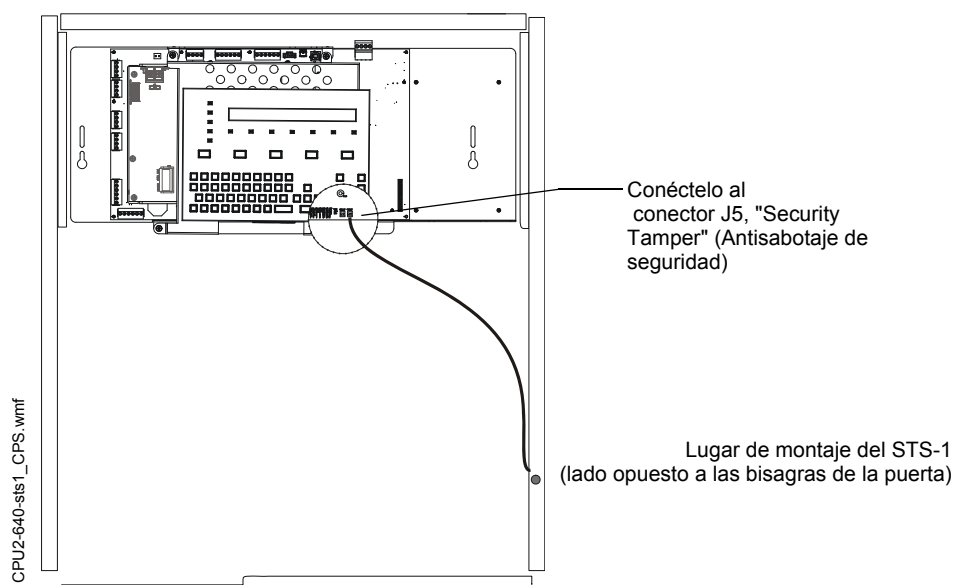

Figura 4.5 Instalación del interruptor antisabotaje de seguridad STS-1
Para conectar un kit de interruptor antisabotaje de seguridad modelo STS-1 al gabinete, consulte la Figura 4.5:
3. Conecte el conector STS-1 al J5 (antisabotaje de seguridad) en el panel de control. (Como se ilustra en la Figura 4.5, el J5 se encuentra en la placa de circuito, debajo del borde de KDM-R2.)